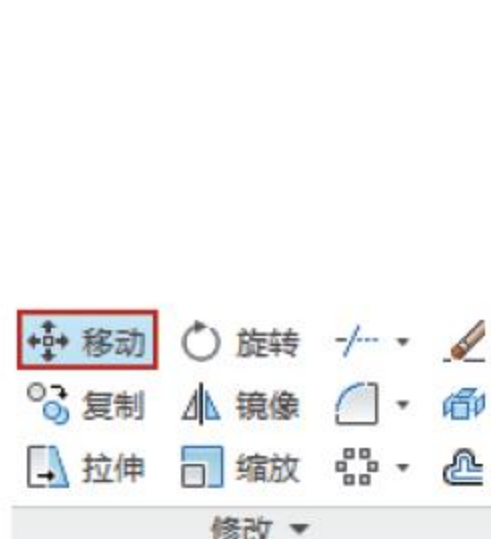

图4-58 单击按钮
- 功能区：在【修改】面板中单击【移动】按钮，如图4-58所示。